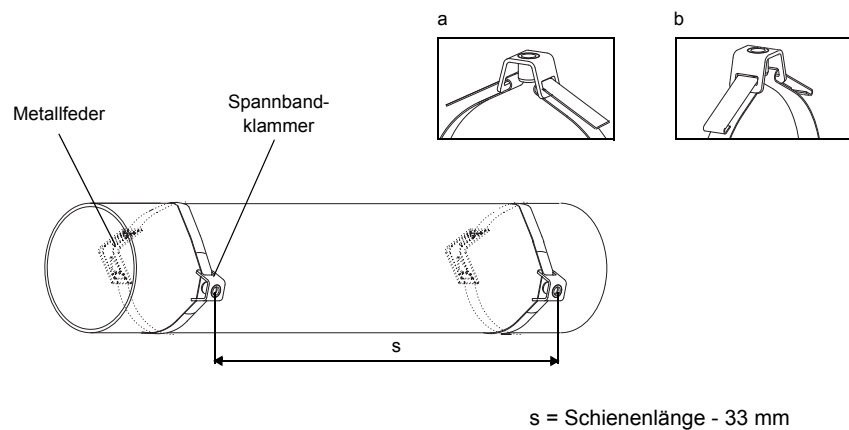

Abb. 9.37: Spannband mit Metallfeder und Spannbandklammer am Rohr
- Legen Sie das Spannband um das Rohr (siehe Abb. 9.37).
- Positionieren Sie Metallfeder (falls montiert) und Spannbandklammer (siehe Abb. 9.37):
- Schieben Sie das lange Ende des Spannbands durch den zweiten Schlitz der Spannbandklammer (siehe Abb. 9.37 a).
- Biegen Sie die beiden Enden des Spannbands um (siehe Abb. 9.37 b).
- Wiederholen Sie die Schritte für das zweite Spannband. Positionieren Sie die Spannbander im Abstand s (siehe Abb. 9.37).